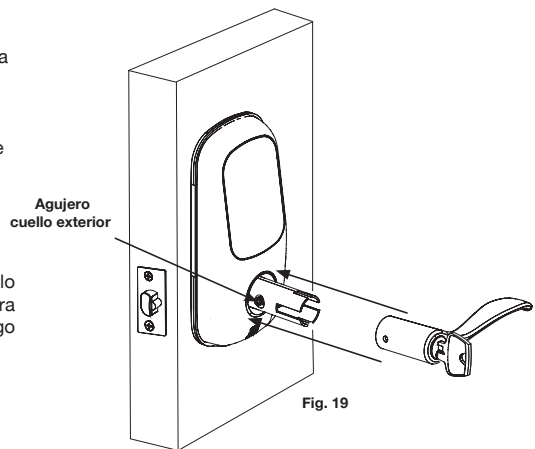

Fig. 19
C. Asegúrese de que la llave del cilindro permanezca en posición vertical (Fig. 19).°